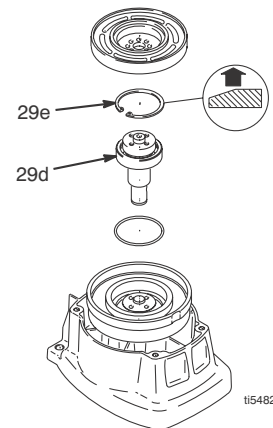

FIG. 7
7. FIG. 7. Enlever le circlip (29e).
6. Passer trois vis (35) à travers le châssis du chariot (1) et le carter d'embrayage (19).
7. Enduire la vis (20) de Loctite. Placer la vis, la rondelle (61), la clavette (18) et la poulie (62) à l'extrémité de l'arbre moteur (19c). L'extrémité de l'arbre moteur (19c) doit être à 0,090 in. du bord de la douille.
8. Tenir la poulie (62) et placer les quatre vis (23) et rondelles (24) sur le moyeu (26). Serrer à 125 in-lb (14 Nm).
9. Monter le carter de courroie (146), le support du guide-courroie (148) et la courroie trapézoïdale (147).
10. FIG. 7. Enfoncer l'arbre du pignon (19c) en tapotant dessus avec un maillet de plastique.